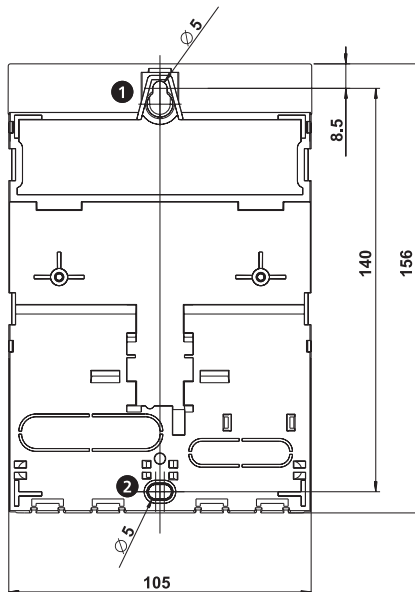

Bild 2: Regulatorns baksida med monteringsöppningar uppe ❶ och nere ❷
2. Skruva in skruven för övre montageöppning ❶ (Bild 2) så att skruvhuvudet har ett avstånd på 5 ... 7 mm till monteringsytan.
4. Markera undre monteringsöppning ❷ genom regulatorhuset.
6. Häng upp regulatoren på övre monteringsöppningen ❶ och fixera med skruven genom den undre monteringsöppningen ❷.